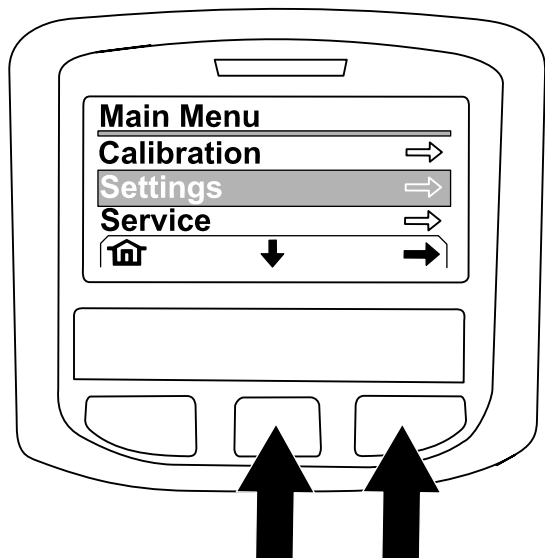

Figura 228
4. No ecrã de MENU PRINCIPAL, pressione o botão central para navegar até à opção de DEFINIÇÕES e pressione o botão direito para selecionar a opção (Figura 228).